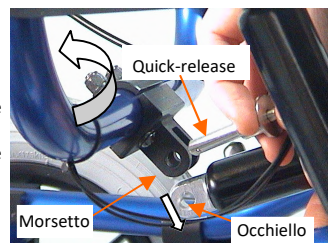

fig. 20: inserimento montante
- **Montanti schienale: inserimento/disinserimento (fig. 20)**